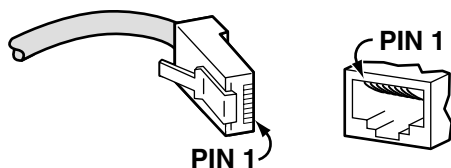
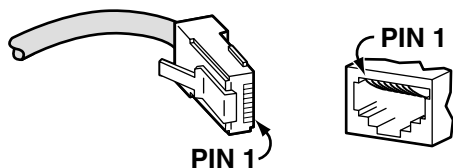

図 A.2.1：RJ-45 モジュラープラグ（左）、ジャック（右）
図 A.3.3 : 参考情報 : RJ-48 モジュラープラグ (左)、ジャック (右)
1. DSU は IS10173 準拠、IS8877 準拠の 2 種類が存在します。**IS10173** は PRI のための規格として最近規定されたもので、IS10173 が規定される前は、PRI においても BRI の規格である **IS8877** が使用されていました。IS10173 準拠の DSU は RJ48 ジャック (図 A.3.3) を装備し、IS8877 準拠の DSU は RJ45 ジャック (図 A.2.1) を装備しています。IS10173 規格と IS8877 規格は、コネクタ形状だけでなく結線も異なります。
AR021 の BRI ポートは RJ45 モジュラージャックが使用されており、結線は IS8877 に準拠しています。ピン番号は図 A.2.1 をご覧ください。